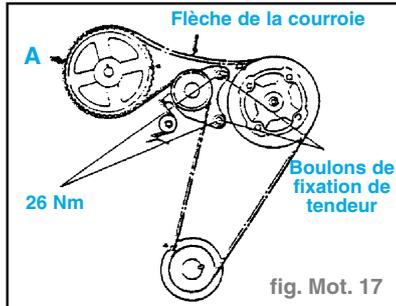

fig. Mot. 17
- Vérifier si la pièce indiquée par la flèche **A** ne se déplace pas vers le haut. (fig. Mot. 17)